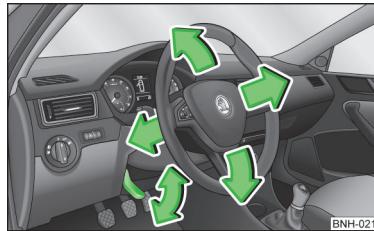

Abb. 2 Lenkradposition einstellen
- Den Hebel unter dem Lenkrad nach unten schwenken » Abb. 2.